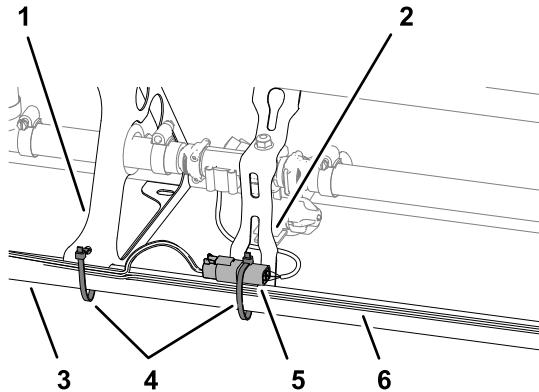

Figure 127
6. En commençant par le connecteur de faisceau L1, fixez le faisceau de câblage arrière aux 3 supports de tube et aux 4 supports de buses du cadre de section de pulvérisation à l'aide de 7 attache-câbles, comme montré à la Figure 127.